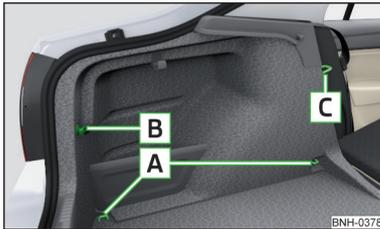
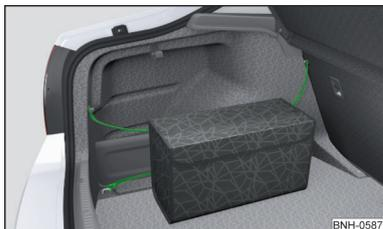

Fig. 100
Fig. 103
**Vista general de los elementos de sujeción » fig. 100**
El bolso » fig. 103 se puede fijar en los elementos de fijación **A**, **B** y **C** » fig. 100 de la pág. 83.